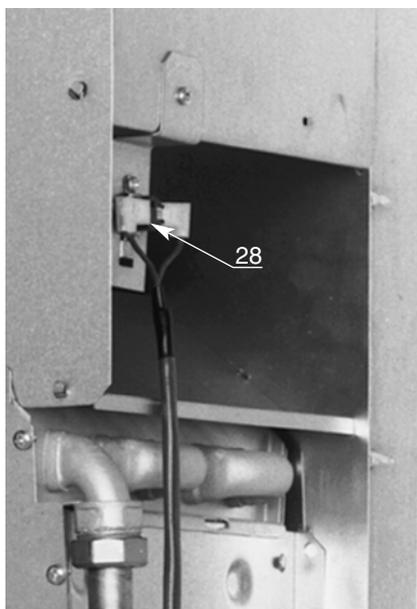

Fig. 20
Cette chaudière, de type B11BS, est équipée d'une sonde (28) (fig. 20), placée dans le coupe-tirage antirefouleur, qui interrompt l'alimentation électrique, entraînant l'interruption de l'arrivée du gaz au brûleur en cas de perturbations de l'évacuation des produits de la combustion. La veilleuse continuant à fonctionner, la chaudière est en position de veille. Après 15 minutes (refroidissement de la sonde) la chaudière se remet automatiquement en marche